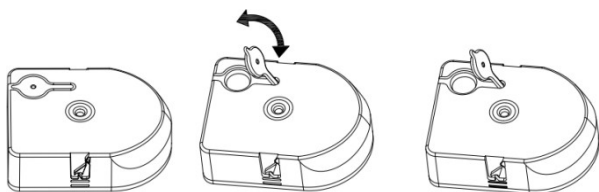

Figure 3
3. Prendre le fer à repasser, appuyer au centre du réservoir d'eau pour l'ouvrir automatiquement. Retirer l'opercule situé à l'arrière du réservoir d'eau et verser de l'eau distillée jusqu'à ce qu'il soit plein, puis replacer l'opercule (figure 3) et le réservoir d'eau dans le socle (figure 4).